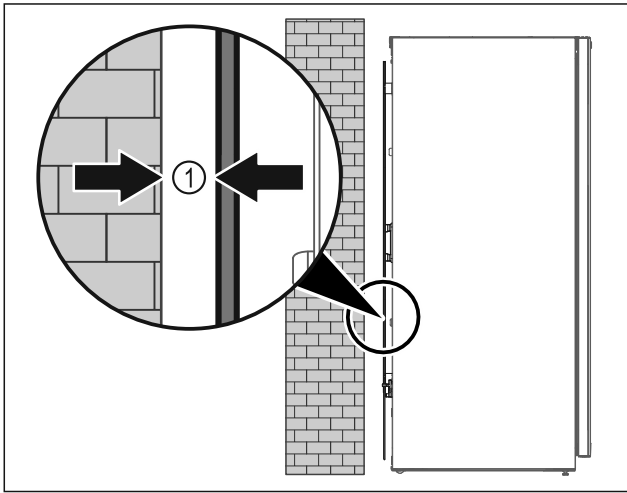

Fig. 52
- Placer l'appareil soit librement dans la pièce, soit directement contre un mur en respectant une distance minimale de 5 mm Fig. 52 (1).